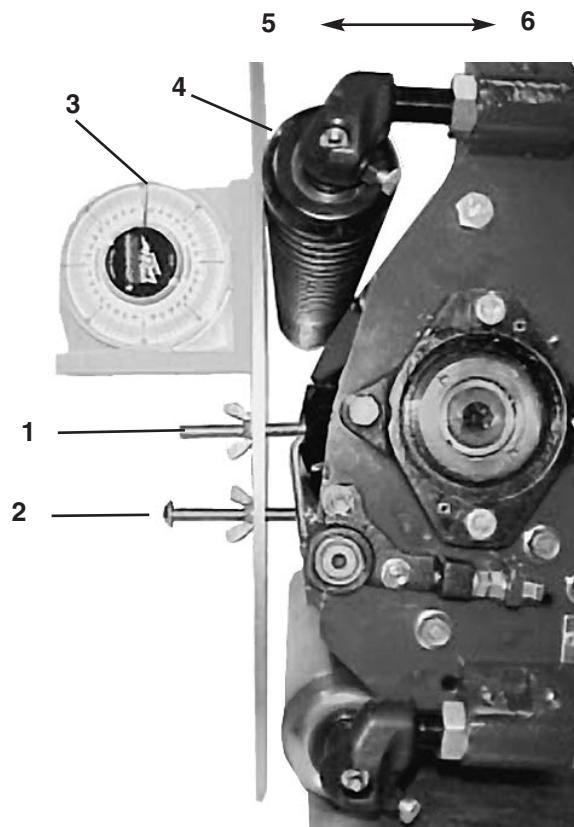

Bild 10
4. Legen Sie die Messlehre über die vordere und die hintere Walze. Der Kopf der ersten Schraube muss eng über die Untermesserkante passen, während die Messlehre die vordere Walze berührt (Bild 10).
6. Legen Sie einen Winkelmesser auf die Messlehre und zeichnen deren Winkel auf (Bild 10).
Anmerkung: Das Abwärtsbewegen der vorderen Walze reduziert die Neigung des Schneidwerks, während das Aufwärtsbewegen die Neigung verstärkt (Bild 10). 1852, für die gewünschte Schnitthöhe ein.